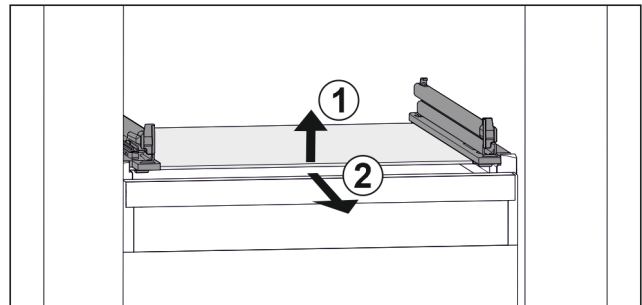

Fig. 42 Beispielhafte Darstellung der Glasplatte
- ▶ Glasplatte vorne anheben. Fig. 42 (1)
- ▶ Glasplatte nach vorne entnehmen. Fig. 42 (2)